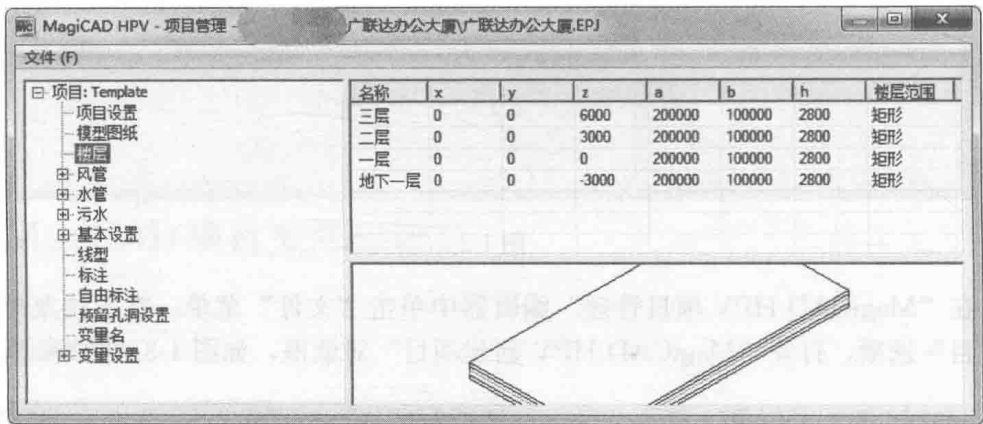
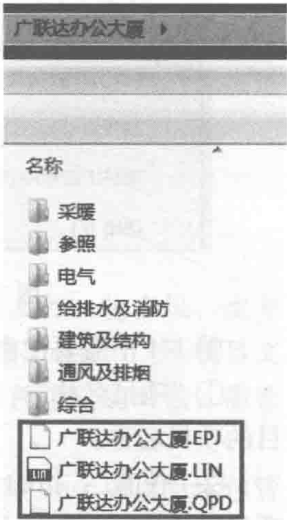

图 1-5
图 1-6
3) 单击图 1-4 中的“确定”按钮后，即会自动打开新建的该项目的 MagiCAD HPV 项目文件，如图 1-5 所示。同时会在项目文件夹下生成三个文件 “*.EPJ 文件、*.LIN 文件、*.QPD 文件”，这三个文件就是该项目所有风、水专业共用的项目管理文件，如图 1-6 所示。